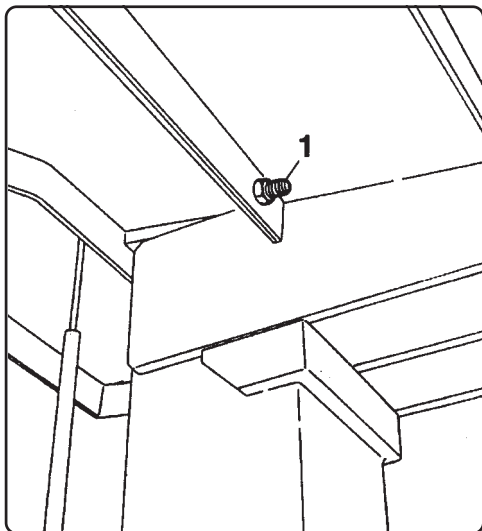
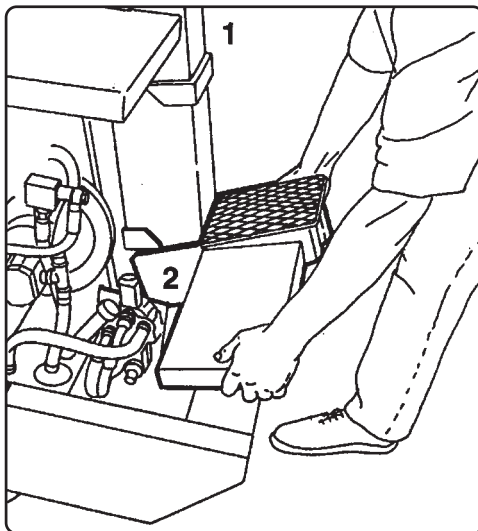

Fig. 6
Fig. 7
- 1) Stil brændebuggeren på en plan overflade med ambolten sat godt fast i dens øverste sæde (1 Fig. 7). Kontroller at fastgøringsbolten (gælder kun for 700/900) er godt strammet (1 Fig. 6). Hvis man ønsker større afstand mellem kniven og arbejdsbordet, skal man kontrollere at bordet, i den nederste position, sidder ud for maskinens mast.
Ved mod. 700 og 900 er det muligt at øge den maksimale skærehøjde, ganske enkelt ved at fjerne skruen (1 Fig. 6) og flytte ambolten fra position 1 til position 2 (Fig. 7). Kontroller at arbejdsbordet sidder ud for maskinens mast.
Når man genindstiller ambolten i startpositionen, skal man huske at sætte skruen og blokeringsmøtrikken i igen (1 Fig. 6).